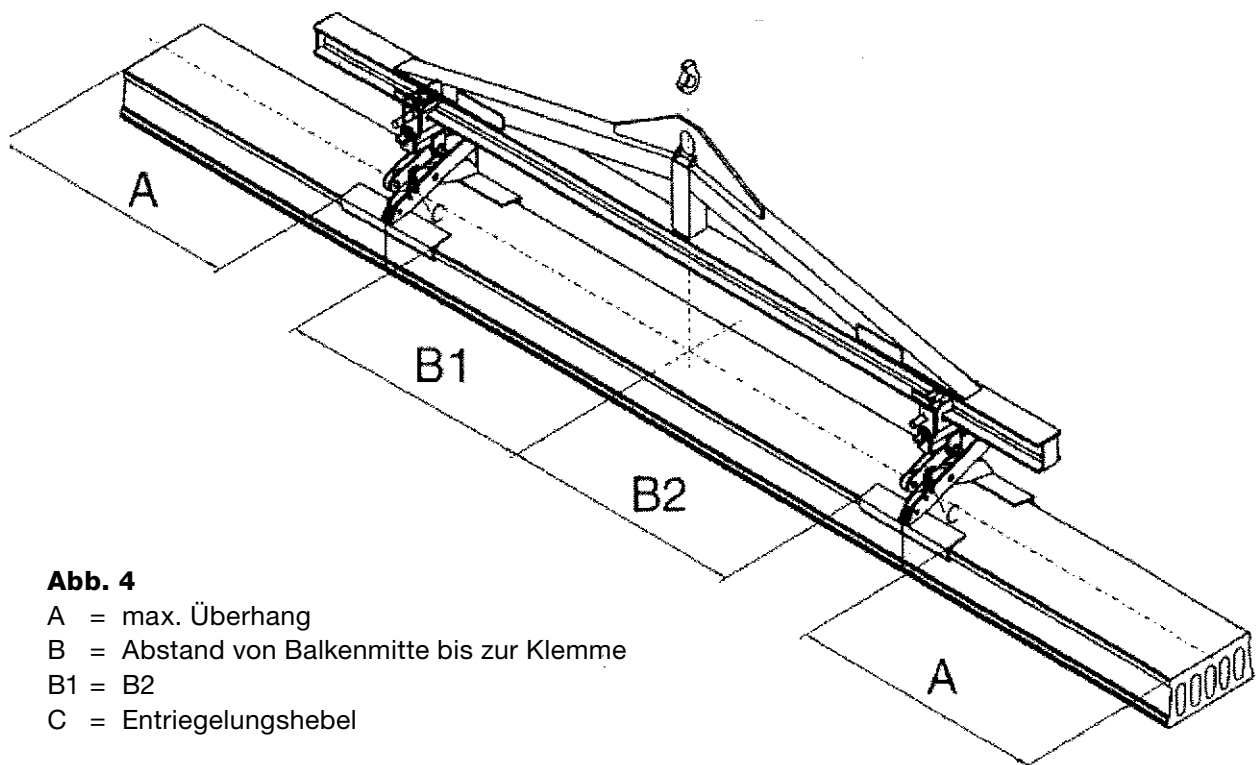

Abb. 4
Balken in Längsrichtung von Spannbeton-Hohlplatte positionieren und Klemmen möglichst weit am Ende der Spannbeton-Hohlplatte greifen lassen, sodass der maximale Überhang (siehe Abb. 4) nicht überschritten wird.
(siehe Abb. 4)**
Die andere Klemme wird auf dieselbe Art und Weise positioniert. Sorgen Sie dafür, dass die Klemmen symmetrisch in Bezug auf den Balken aufgehängt werden (siehe Abb. 4, Seite 6, $B1 = B2$).
- Dadurch öffnen sich die Klemmen und bei jeder Klemme greift ein Verriegelungshaken hinter dem Sperrstift, sodass die Klemme in geöffnetem Stand gehalten werden kann (siehe Abb. 4, Seite 7).
- Balken über Spannbeton-Hohlplattenmitte positionieren (siehe Abb. 4, Seite 7).